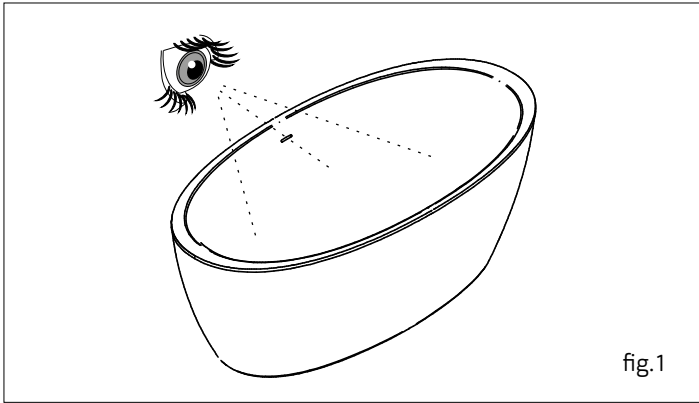

fig.1
- Neem het bad voorzichtig uit de verpakking en voer een visuele controle uit (fig. 1).
- Carefully unpack the bath and visually ensure bath's condition (fig. 1).